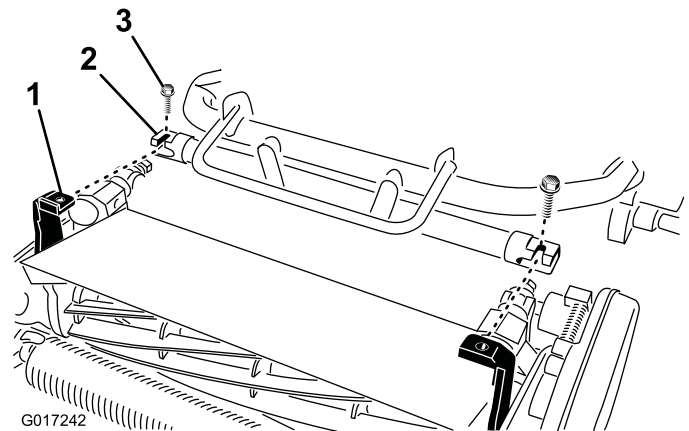

Figura 5
4. Spostate il telaio del trattorino (Figura 5) in avanti fin quando si innesta sui bracci girevoli dell'apparato di taglio.
5. Fissate il telaio del trattorino ai bracci girevoli dell'apparato di taglio con 2 bulloni (3/8 x 3/4 poll.) come illustrato in (Figura 5).